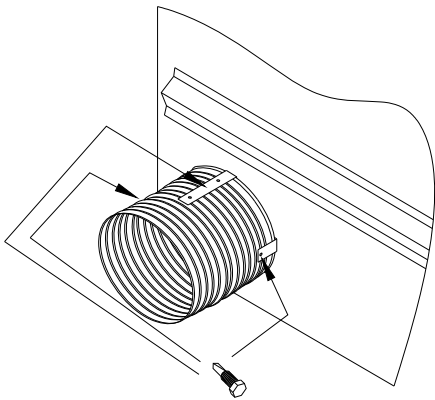

Figure 3 Installation de l'amorce d'entrée
6. Insert the intake air starter through the fireplace casing all the way to the bead. Use three of the self-tapping screws provided to attach the intake air starter to the three tabs with prepunched holes (see Figure 3). You can use either hole on the top tab.
6. Insérez l'amorce d'entrée d'air ambiant dans le trou du foyer, à travers le revêtement, jusqu'au bourrelet. Utilisez trois vis auto-taraudeuses pour raccorder l'amorce aux trois languettes préperçées (voir Figure 3). Vous pouvez utiliser l'un ou l'autre des deux trous sur la languette du dessus.